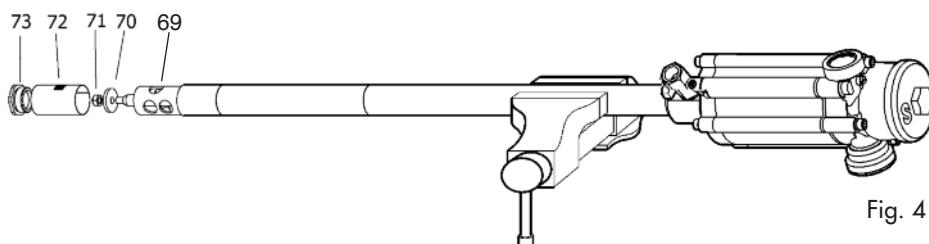
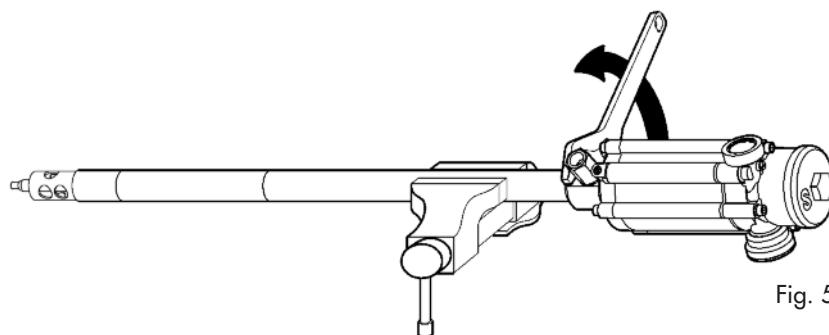
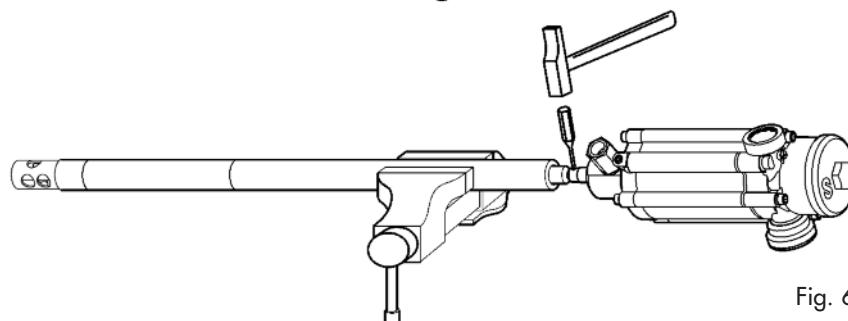

Fig. 4
Fig. 5
Fig. 6
Unthread the filter fixing (73) prime tube (69), remove the filter (72), unthread the screw (71) and remove the prime (70) (Fig. 4).
Unthread the air motor from the suction tube and pull out the air motor until the pin get visible (Fig. 5).
Remove the pin and unthread the rod until it is loosened (Fig. 6).
Desenrosque la fijación filtro (73) del tubo cebador (69), quite el filtro (72), desenrosque la tuerca (71) y quite el cebador (70) (Fig. 4). Desenrosque el motor de aire del tubo de aspiración y tire el motor de aire hacia fuera hasta que quede visible el pasador (Fig. 5). Quite el pasador con botador y desenrosque el eje de conexión hasta soltarse (Fig. 6).
Dévissez la fixation du filtre (73) du tube principal (69), retirer le filtre (72), dévisser l'écrou (71) et enlever l'amorceur (70) (Fig. 4).
Desserrer le tube d'aspiration du corps de la pompe et tirer ce dernier jusqu'à atteindre le goujon (Fig. 5).
Retirer le goujon à l'aide d'un repousoir et desserrer l'axe de connexion jusqu'à ce que ce dernier se lâche (Fig. 6).
Die Filterhalterung (73) vom Ansaugrohr (69) abschrauben, den Filter (72) ausbauen, die Mutter (71) abschrauben und das Ansaugventil (70) entfernen (Abb. 4).
Den Luftmotor vom Saugrohr abschrauben und herausziehen, bis der Stift sichtbar ist (Bild 5).
Den Stift entfernen und die Gewindestange abschrauben, bis sie abnehmbar ist (Bild 6).
Den Rest gemäß dieser Anleitung in umgekehrter Reihenfolge zusammenbauen (Bild 6).